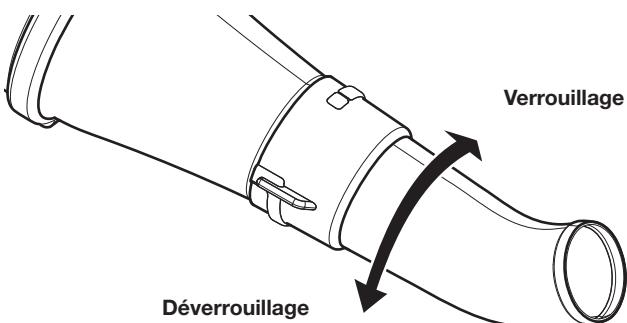

Fig. 2
2. Tournez la buse dans le sens horaire jusqu'à ce qu'elle s'enclenche et que vous entendiez un clic (Fig. 2).
1. Tordez la buse dans le sens antihoraire jusqu'à ce qu'elle se débloque du tube de la souffleuse (Fig. 2).
2. Retirez la buse du tube de la souffleuse (Fig.2).